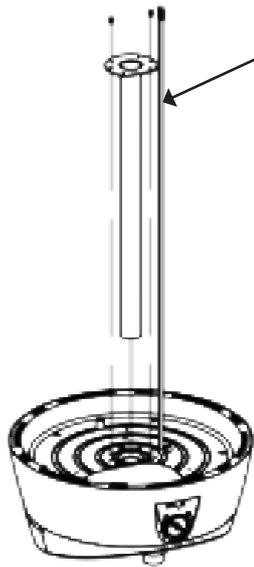

Abbildung 1
1. Siehe Abbildung 1 zum Umdrehen des Sockels des Befeuchters (umgekehrt), Herausnehmen der Schrauben, mit denen die Metallstange fixiert wird. Anschließend die Metallstange durch den Sockel führen, das Bohrloch der Säule mit dem Bohrloch im Sockel ausrichten und mit der Schraube fixieren. Zum Schluss den Motoranschluss durch die Metallstange führen.